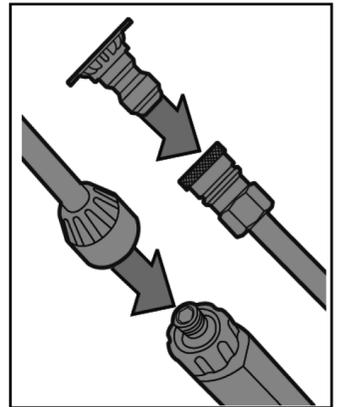
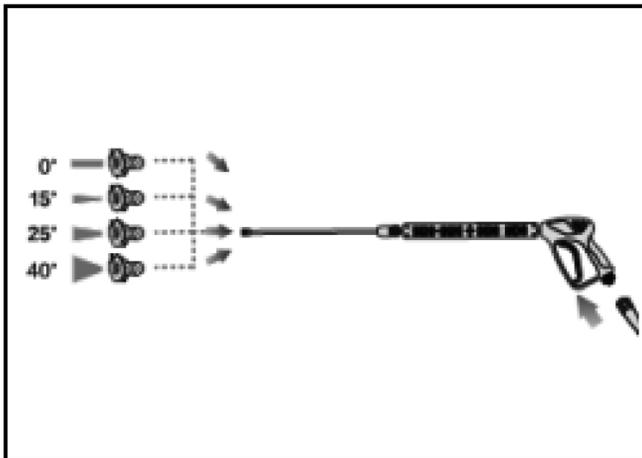

Рис. 8
Рис. 9
6. Установите на пистолет распылительную насадку и форсунку (рис. 8). В комплекте с мойкой поставляется 4 распылительных форсунки, различающиеся углом распыления (0°, 15°, 25°, 40°) (рис. 9). В комплекте с моделью HPW 2500 поставляется 5 форсунок, одна из которых предназначена для работы с моющим средством из встроенного бачка.